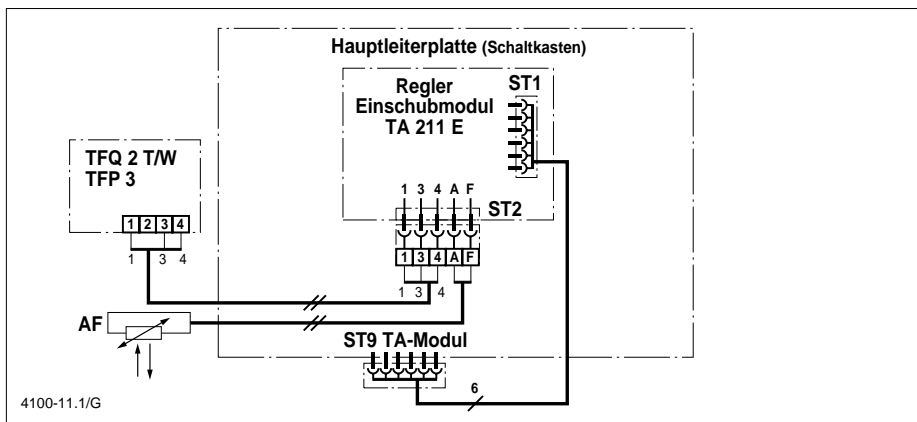

Bild 11: TA 211 E mit TFQ 2 oder TFP 3
TA 211 E + TFQ 2 T	Bild 11
TA 211 E + TFQ 2 W	Bild 11
TA 211 E + TFP 3	Bild 11
- Fernbedienung TFQ 2 T, TFQ 2 W oder TFP 3 (falls vorhanden) an den Klemmen 1, 3 und 4 anschließen (Bild 11).